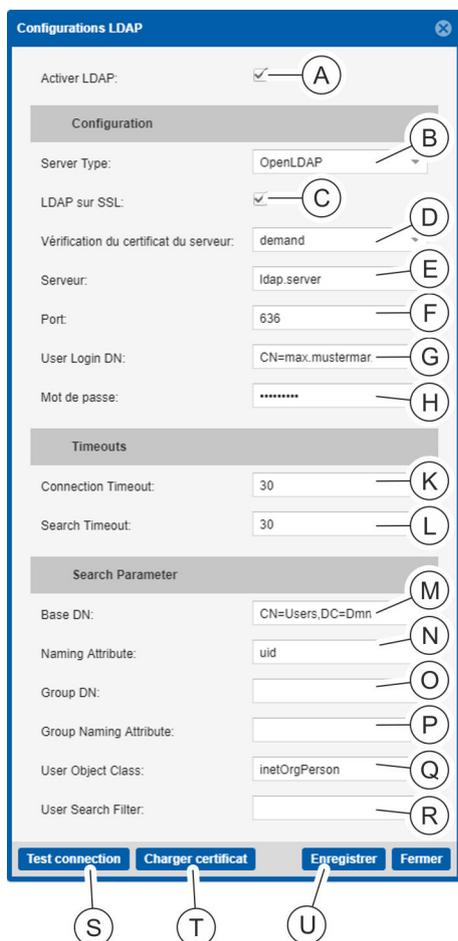

Fig. 146 : Fenêtre « Configurations LDAP »
Les champs de saisie « Group DN » (Fig. 146 / ①), « Group Naming Attribute » (Fig. 146 / ②) et « User Search Filter » (Fig. 146 / ③) ne sont pas encore supportés dans la version actuelle et ne peuvent pas être utilisés.
Si nécessaire, un certificat CA peut être chargé dans les paramètres LDAP sur l'unité PDU (Fig. 146 / ④).
2. ➔ Cliquer sur la case « Activer LDAP » (Fig. 146 /A) pour activer le service LDAP.
3. ➔ Dans le menu de sélection « Server Type », sélectionner le type de serveur du service d'annuaire utilisé (Fig. 146 /B).
4. ➔ Si nécessaire, cocher la case « LDAP sur SSL » pour activer un LDAP sécurisé (Fig. 146 /C).
5. ➔ Le cas échéant, sélectionner le niveau de vérification du certificat du serveur LDAP à l'aide du menu de sélection « Vérification du certificat du serveur » (Fig. 146 /D).
6. ➔ Saisir l'adresse IPv4 ou IPv6 ou encore le nom d'hôte du serveur du service d'annuaire (Fig. 146 /E).
7. ➔ Saisir le port pour le service LDAP (le port par défaut est 389 pour « LDAP » et 636 pour « LDAP sur SSL ») (Fig. 146 /F).
8. ➔ Pour la connexion au service d'annuaire, saisir l'utilisateur (User Login DN) (Fig. 146 /G) et le mot de passe correspondant (Fig. 146 /H).
9. ➔ Le cas échéant, saisir une valeur timeout pour l'établissement de la connexion avec le service d'annuaire, comprise entre 1 et 60 secondes (la valeur standard est 30 secondes) (Fig. 146 /K).
10. ➔ Le cas échéant, saisir une valeur timeout pour la recherche du service d'annuaire, comprise entre 1 et 500 secondes (la valeur standard est 30 secondes) (Fig. 146 /L).
11. ➔ Pour la recherche dans le service d'annuaire, saisir le point d'entrée (Base DN) (Fig. 146 /M).
- 12.** ▶ Si besoin, adapter le « Naming Attribute » (Fig. 146 /Ⓛ). Lors du choix du type de serveur, celui-ci est automatiquement réglé sur « sAMAccountName » pour « MS Active Directory » et sur « uid » pour « OpenLDAP ».
- 13.** ▶ Si besoin, adapter l'« User Object Class » (Fig. 146 /Ⓞ). Lors du choix du type de serveur, celui-ci est automatiquement réglé sur « user » pour « MS Active Directory » et sur « inetOrgPerson » pour « OpenLDAP ».
- 14.** ▶ Vérifier la connexion au service d'annuaire en cliquant sur le bouton « *Test connection* » (Fig. 146 /Ⓜ).
- 15.** ▶ Appuyer sur le bouton « *Enregistrer* » (Fig. 146 /Ⓢ) pour confirmer la saisie.